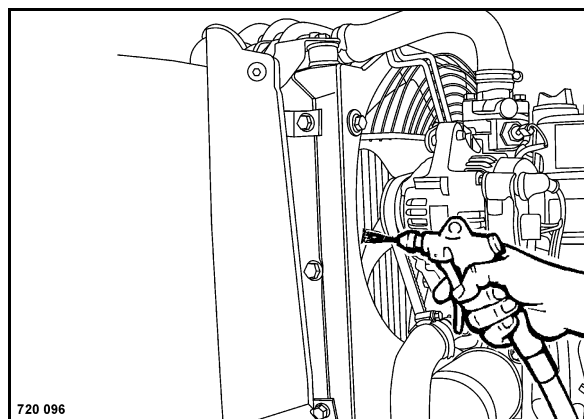

Рис. 101
- Прочистить сжатым воздухом радиатор (Рис. 101) со стороны отходящего воздуха.